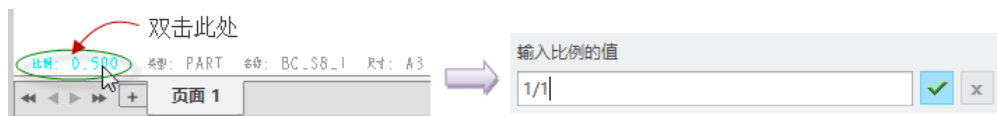

图 8-22 修改绘图比例
(5) 在“绘图视图”对话框中单击“确定”按钮。
(6) 在图形窗口左下角区域双击比例标识处，并在出现的一个文本框中输入新的比例值为“1/1”或“1”，如图 8-22 所示，单击 (接受) 按钮，或者按〈Enter〉键。